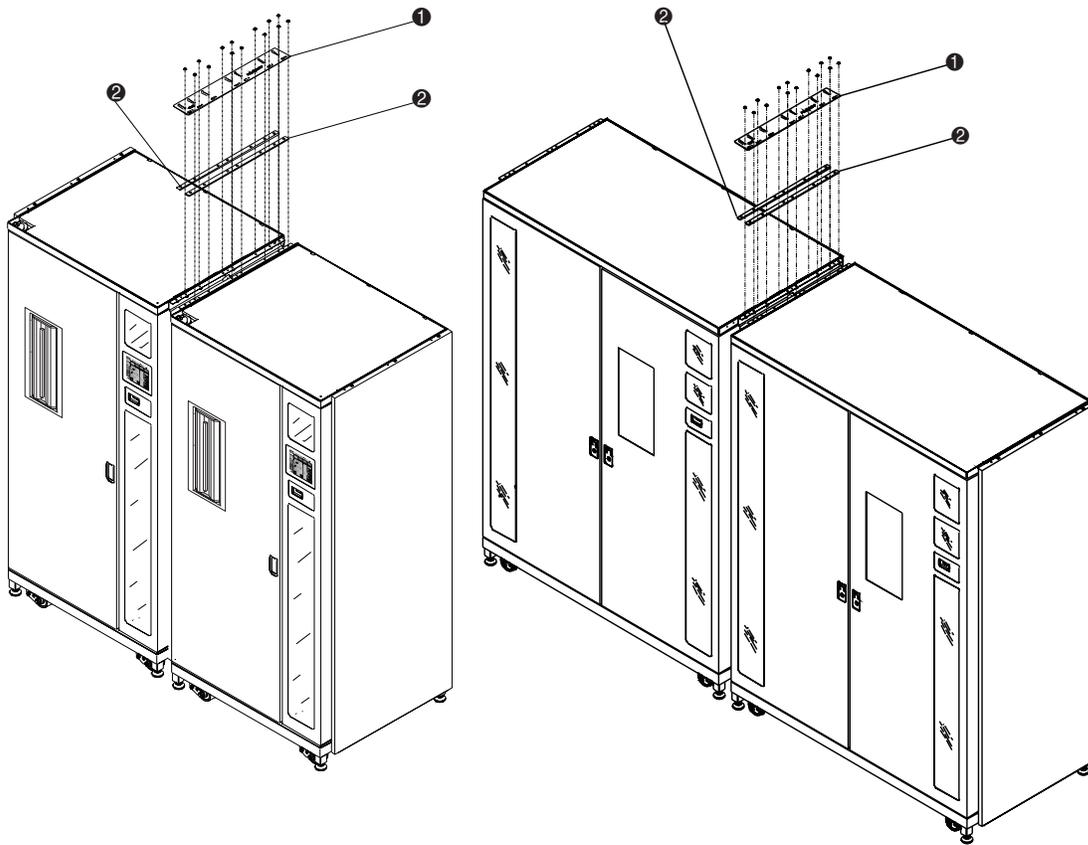

Figura 2-5. Piastra di collegamento del cabinet superiore e distanziatori
12. Installare due distanziatori (N/P 6312028) e la piastra di collegamento del cabinet superiore (N/P 6312027), come mostrato in Figura 2-5, con sette viti e sette rondelle su ciascun lato.